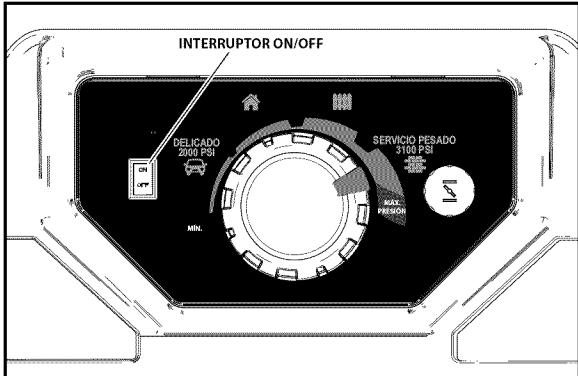

Figura 5-2. Interruptor ON/OFF
- Ponga el interruptor de motor ON/OFF en la posición "OFF"(Figura 5-2).